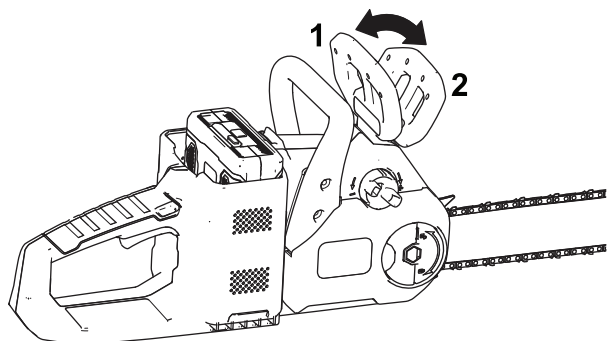

Figure 27
2. Engagez le frein de chaîne en l'actionnant vers avant, à la position d'ARRÊT (Figure 27).
4. Désengagez le frein de chaîne en l'actionnant vers l'arrière à la position MARCHÉ (Figure 27).
2. Dépliez la languette de l'écrou à oreilles et desserrez, mais ne retirez pas, l'écrou du couvercle (Figure 27).